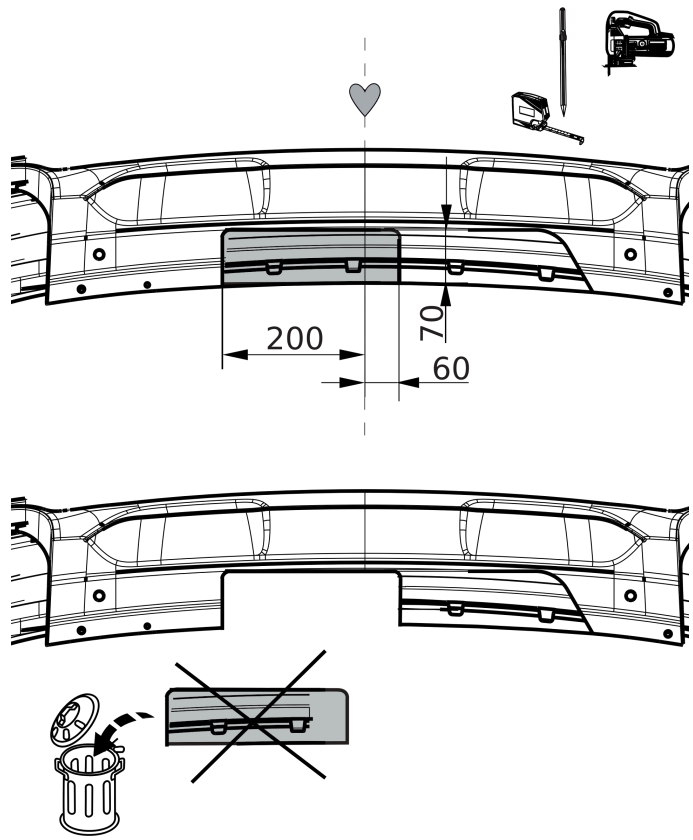

Fig. 3
9. Выпилить обозначенную часть, как указано на рис. 3 & 4.